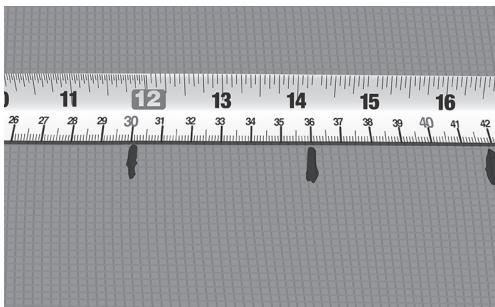

Fig. 5. Marker sentervstanden (c-c) på gulvet
8. Marker den beregnede senteravstanden (c-c) på guloverflaten (Fig. 5).